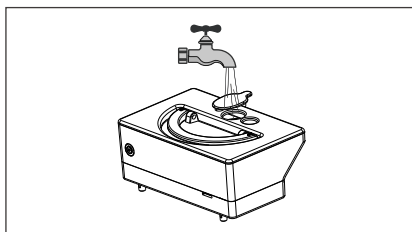

Figura 2
3. Verter agua limpia en el tanque de agua (Figura 2)